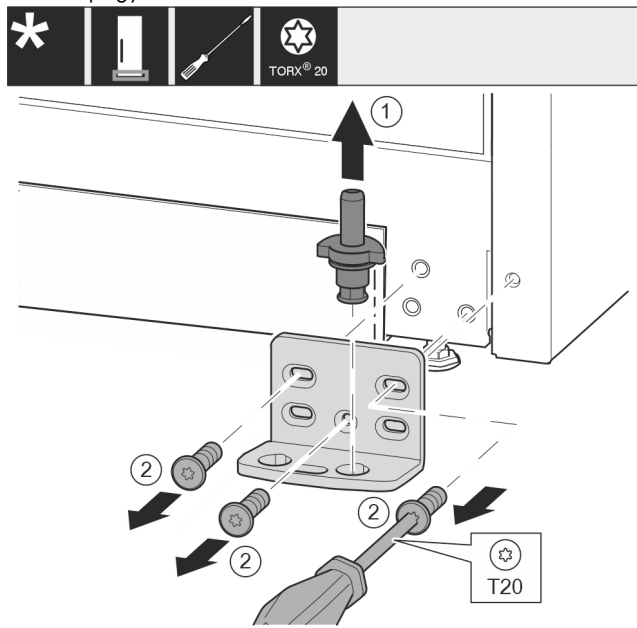

Fig. 17 *
- Húzza ki teljesen a csapszeget Fig. 17 (1) felfelé.*
- Tekerje ki a csavarokat Fig. 17 (2) csavarhúzóval, és vegye le a csapágybakot.*